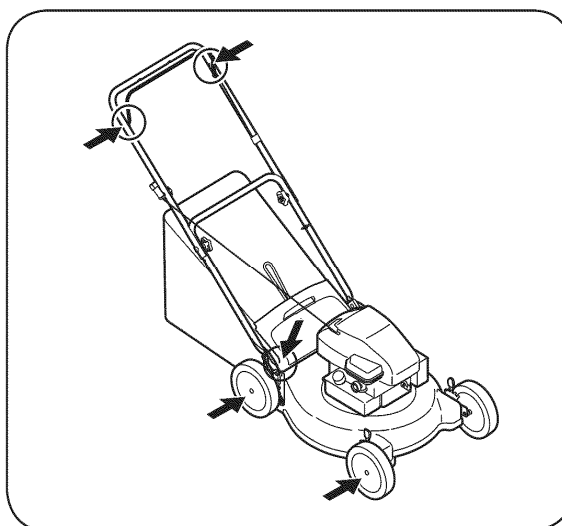

РИС. 14
3. Удерживая верхнюю рукоятку и рычаг устройства управления ножом одной рукой, ухватитесь за рукоятку шнура стартера и медленно потяните ее до того, как почувствуете сопротивление. Затем резко потяните за шнур стартера (см. Рис. 14). Придерживайте рукоятку шнура стартера и позвольте последнему намотаться на барабан. Продолжайте выполнять указанную операцию до запуска двигателя.
По крайней мере, раз в сезон наносите жидкую смазку на точки вращения планки управления ножом. Рычаг устройства должен свободно перемещаться в обоих направлениях (см. Рис. 14).
Рекомендуем Вам смазывать колеса, хотя бы один раз в сезон моторным маслом. Если производился демонтаж колес, смазывайте оси вращения и внутренние поверхности колеса. См. РИС. 14